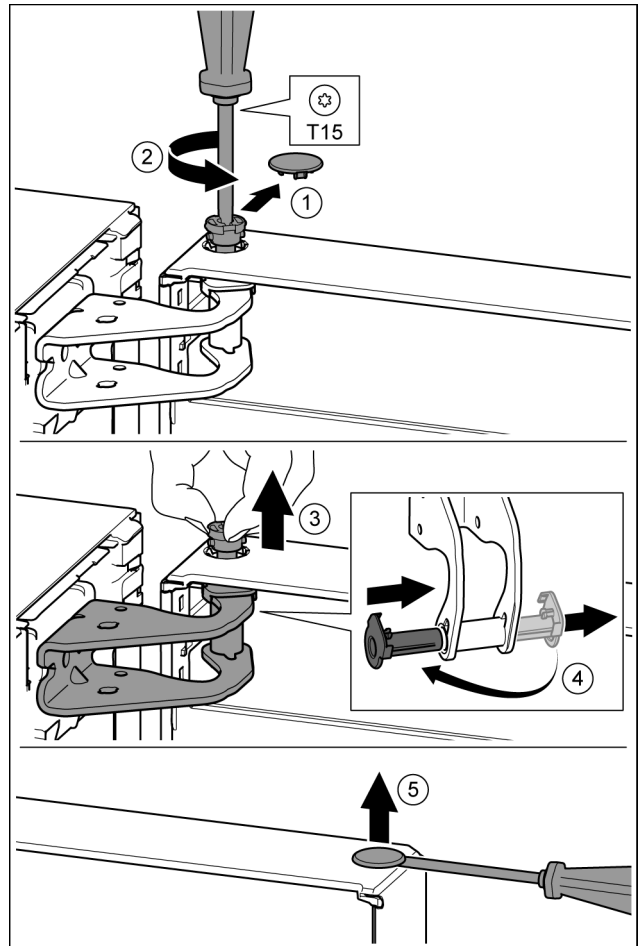

Fig. 13
- ▶ Desprindeți cu precauție capacul de siguranță. Fig. 13 (1)
- ▶ Extrageți puțin bolțul prin rotire cu șurubelnița T15. Fig. 13 (2)
- ▶ Țineți ferm ușa și extrageți bolțul cu degetele. Fig. 13 (3)
- ▶ Extrageți cuzinetul din ghidaj. Introduceți din partea opusă și fixați în poziție. Fig. 13 (4)
- ▶ Ridicați cu precauție dopul din cuzinetul ușii cu o șurubelniță plată și extrageți-l. Fig. 13 (5)